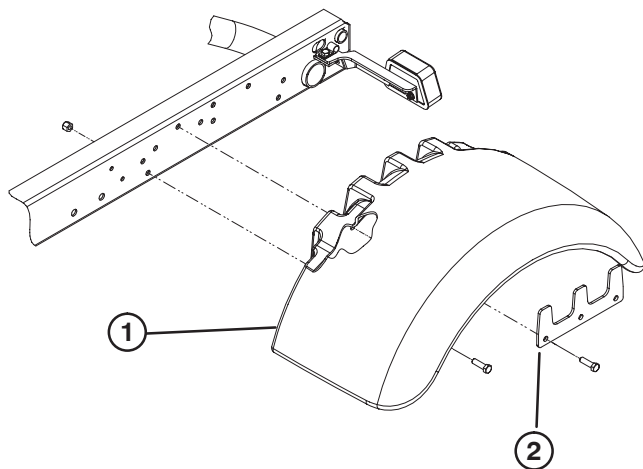

Figura 2
4. Fije provisionalmente un guardabarros a cada lado del bastidor con una placa de apoyo, 5 tornillos de caperuza de 3/8 x 1-1/4 pulgadas y una contratuerca, según muestra la Figura 2.